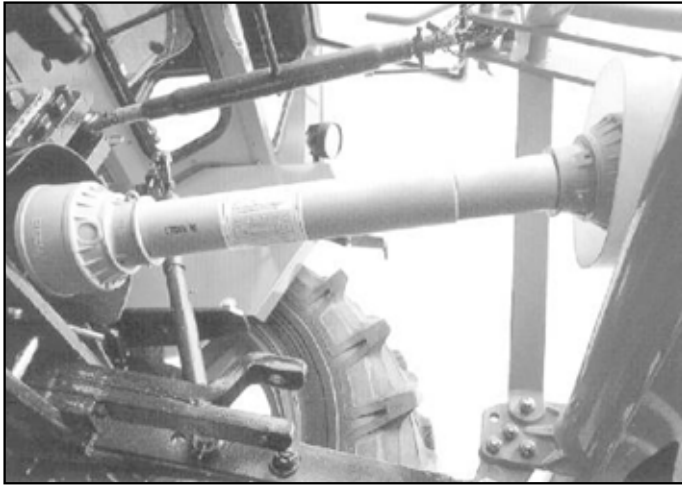

fig. 2
2. Lorsque le tracteur est complètement arrêté, accoupler la prise de force au multiplicateur de l'alternateur au moyen d'un accouplement à cardan (fig. 2). Vérifier que l'accrochage est parfait afin d'éviter que des vibrations anormales se produisent lors du fonctionnement à régime, vibrations qui pourraient provoquer un mauvais fonctionnement du groupe et représenter des situations de danger pour l'utilisateur final.